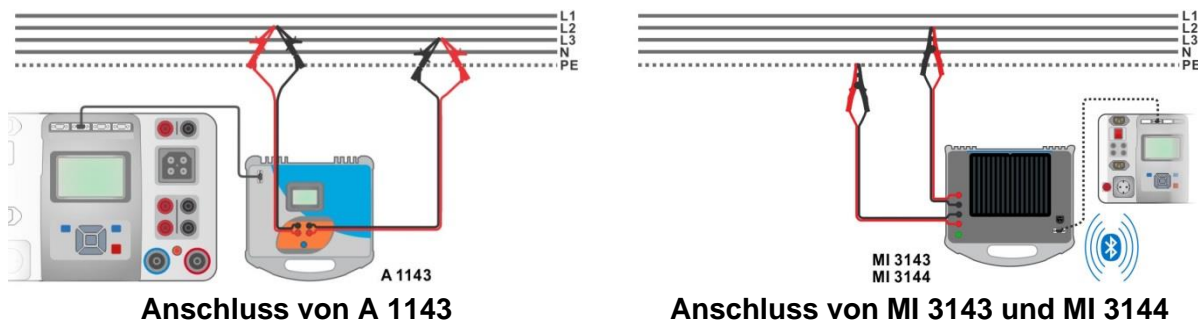

Abbildung 6.68: Hochpräzise Schleifenimpedanzmessung
- Verbinden Sie die Prüfleitungen mit dem zu testenden Gerät, siehe Abbildung 6.68 und Abbildung 6.69.